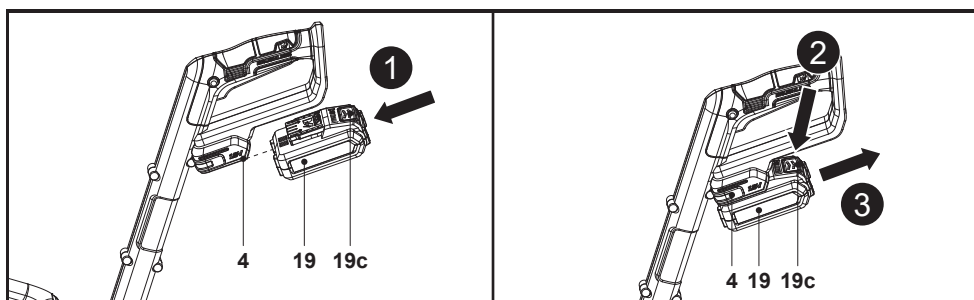

Fig. 2
Installation : Aligner la batterie (19) sur le port de connexion de la batterie (4) et la faire glisser. S'assurer qu'elle s'enclenche (Fig. 2).
Retrait : Appuyer sur le bouton de déverrouillage (19c), puis retirer la batterie (19) du port de connexion de la batterie (4) (Fig. 2).
1. Brancher la fiche secteur (20a) du chargeur (20) sur une alimentation appropriée.
2. Aligner la batterie (19) sur le port de connexion de la batterie (20d) et la faire glisser jusqu'à ce qu'elle s'enclenche (Fig. 2).